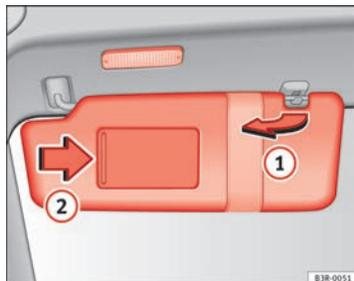

Fig. 98 Parasol
Los parasoles ① para el conductor y el acompañante pueden extraerse de sus fijaciones centrales y girarse hacia las puertas → fig. 98.